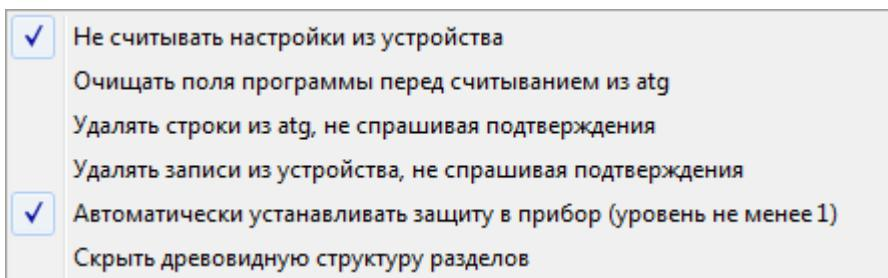

Рис.4 – Меню Настройки программы.
- 2. Панель настроек.** Опции вкладки дублируются в меню **Настройки программы** (рис.4).